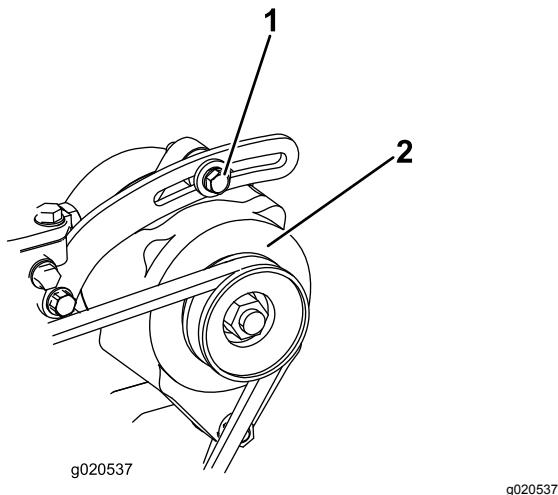

Bild 75
Prüfen Sie den Zustand und die Spannung der Treibriemen (Bild 75) alle 100 Betriebsstunden.
1. Lockern Sie die Befestigungsschrauben der Lichtmaschine (Bild 75).